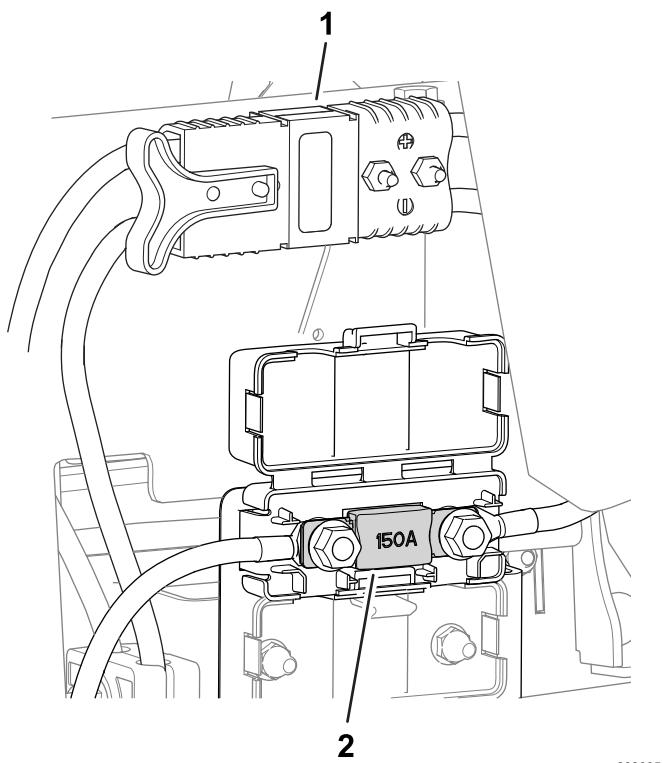

Figura 55
- Il fusibile dell'impianto elettrico è situato sotto i connettori dell'alimentazione principale (Figura 55).